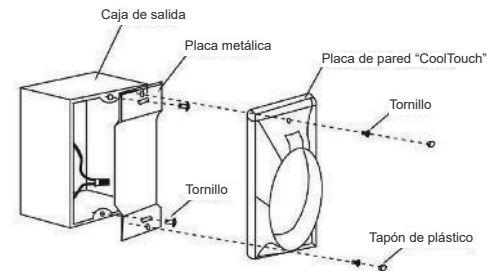

Figura 23
**Paso 2.** Instale la placa de metal y la placa de pared “CoolTouch” en la caja de salida existente en la pared con los 4 tornillos provistos. Luego coloque los dos tapones de plástico en la placa de pared. (Figura 23)